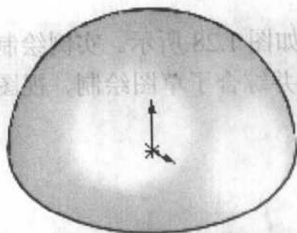

图 1.23 半球体
(10) 参数修改完后, 单击 确定修改, 生成如图 1.23 所示的实体。
(11) 单击特征工具栏上的旋转切除按钮 .